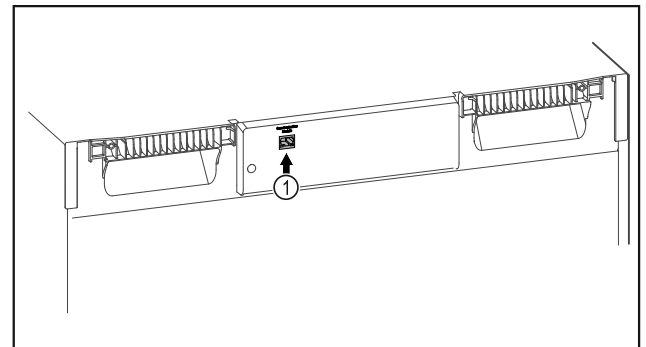

Fig. 101
- Moduli SmartModule Fig. 101 (1) është vendosur.